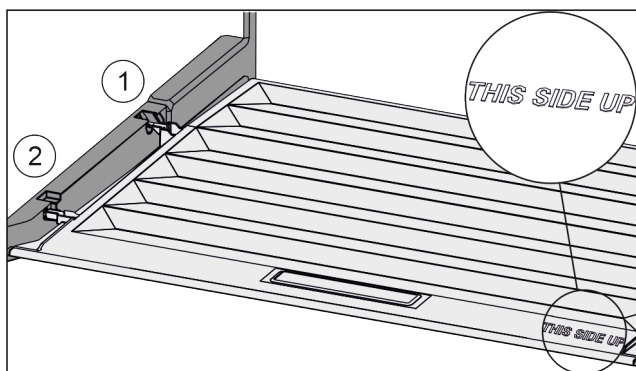

Fig. 143
- ▶ Skyv inn dekseltrinn via åpningen til bakre holder Fig. 143 (1) og klikk dem på plass i fremre holder Fig. 143 (2).